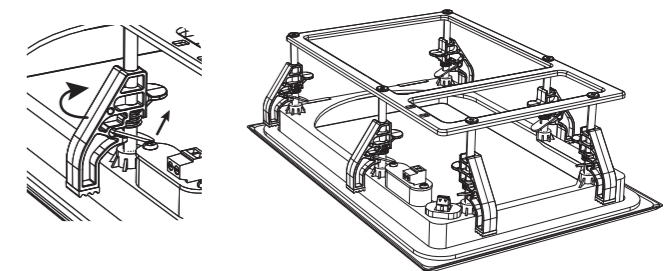

Fig. 5. Adjusting the Mounting Clamps
2. Stel alle montageklemmen van het frame zo af dat ze zich in de opgeborgen positie bevinden (Fig. 5 en 6). Ze worden afgesteld door aan het veerbelaste metalen lijpe te trekken en vervolgens de klemmen langs hun montagepalen te bewegen en opzij te draaien. Hierdoor past het frame in de opening van de gipsplaat.